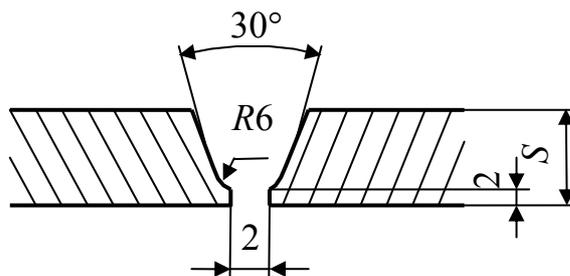

Рис. 59. Разделка кромок при толщине изделия 20...40 мм
– при толщине изделия от 20 до 40 мм рекомендуется чашеобразная разделка кромок для лучшего прогрева металла (рис. 59)